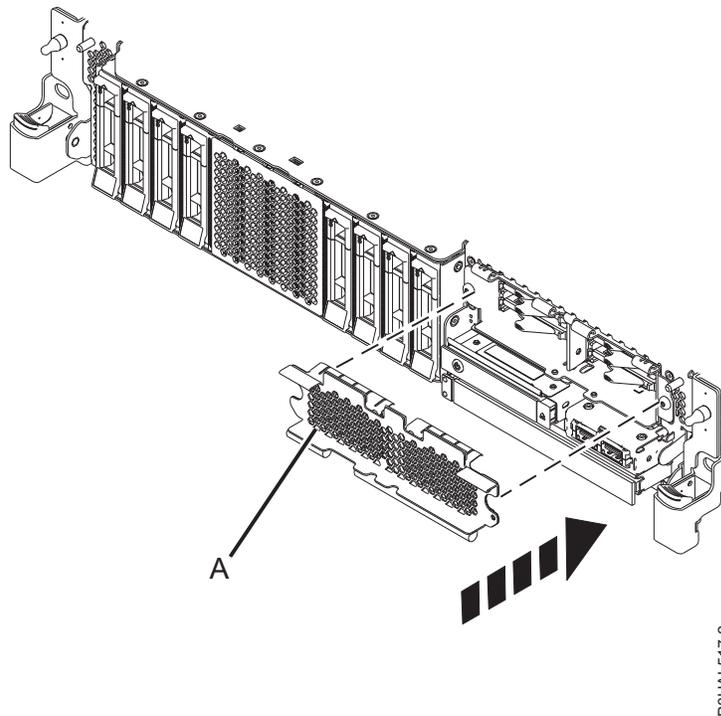

Abbildung 9. SSD-Gehäuse in einem System mit erweiterten Funktionen abdecken
3. Decken Sie das SSD-Gehäuse ggf. mit der perforierten Platte (A) ab, wie in Abb. 9 auf Seite 14 dargestellt.